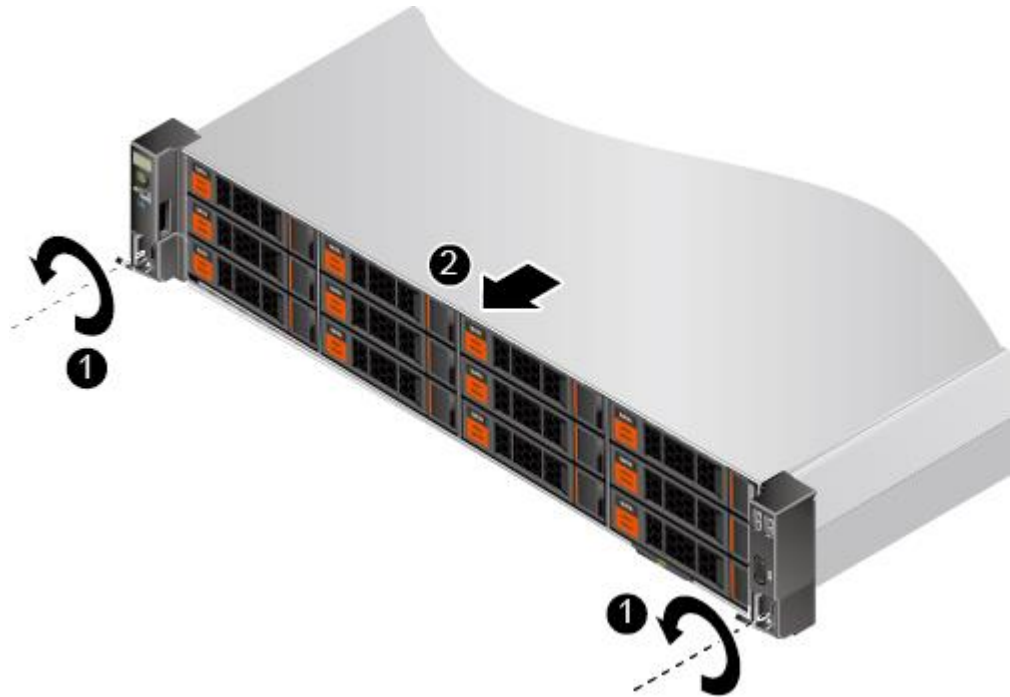

图 3-3 拆卸 G220K V2
- 1) 如图 3-3 中①所示，用十字螺丝刀松开 G220K V2 面板上的松不脱螺钉。
- 2) 如图 3-3 中②所示，沿滑轨向远离机柜的方向缓慢拉出服务器。